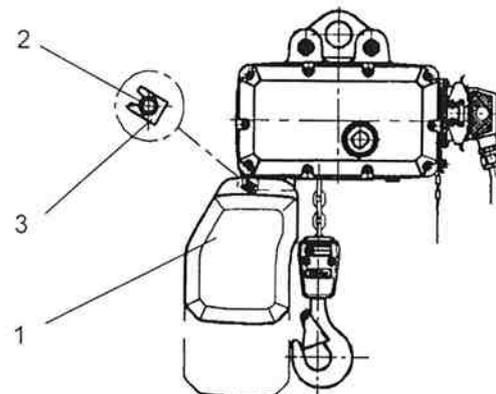

Bild 7
Vor Inbetriebnahme des Kettenzuges ist der Kettenspeicher, s. Bild 7 (1) anzuhängen. Dabei wird der Bolzen (2) in die vorgesehenen Bohrungen am Behälter und am Gehäuse gesteckt und beidseitig an den Nuten mit den Sicherungsklammern (3) arretiert.